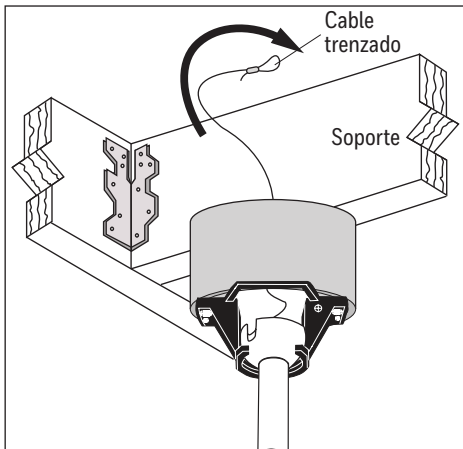

Figura 4.1
1. Pase el bucle del cable trenzado, preensamblado en el ensamble del motor, hacia arriba a través de la caja de salida montada en el techo (Figura 4.1).